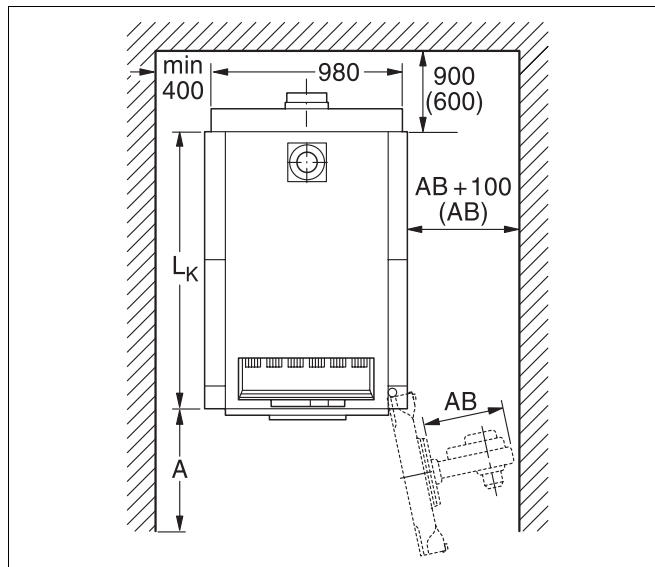

Fig. 6 Locale di posa con caldaia (misure in mm)
- Rispettare le distanze dalle pareti consigliate per l'apertura della porta del bruciatore, il montaggio della caldaia, la pulizia e la manutenzione (→ fig. 6 e tabella sottostante).
Riducendo la distanza consigliata A (fig. 6), non è possibile eseguire la pulizia con il set di attrezzi in dotazione. In alternativa, si consiglia di utilizzare attrezzi per la pulizia più corti (lunghi ca. 1 m) montabili oppure di effettuare una pulitura ad umido.
- ▶ Alla costruzione del basamento, prestare attenzione al senso di apertura del bruciatore (battuta della porta del bruciatore a sinistra o a destra, fig. 6, pag. 14).